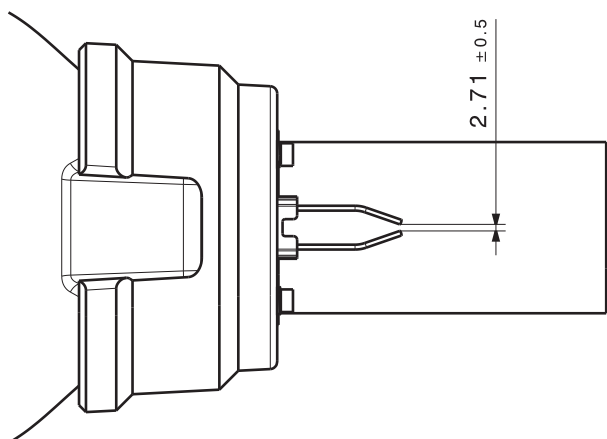

Abb. 505 Abstand der Zündelektroden
3. Abstand zwischen den Elektroden prüfen (siehe Abb. 505).